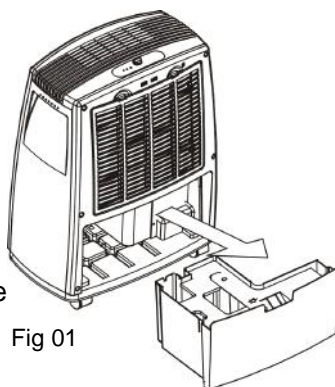

Fig 01
1. Retirez le réservoir d'eau comme sur la Fig.01 puis videz-le.